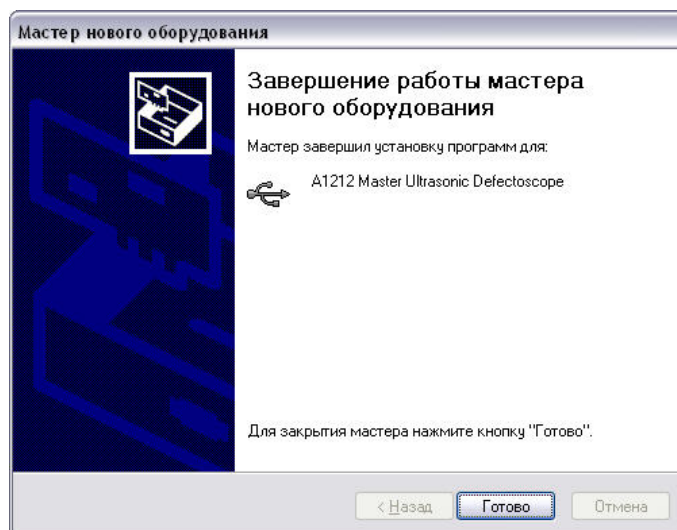

Рисунок 3
- По завершении копирования необходимых файлов на компьютер следует нажать кнопку «Готово» (рисунок 3).